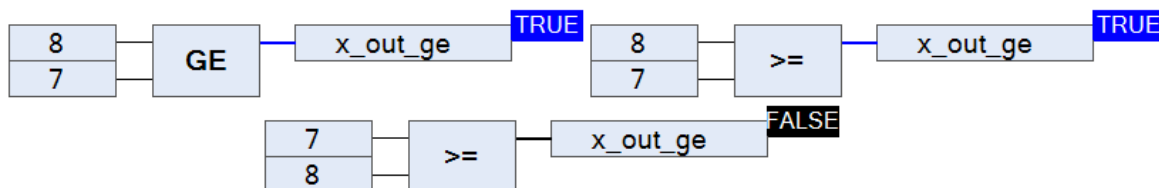

Рисунок 2.33 – Оператор сравнения «Больше или равно»
**Оператор сравнения «Больше или равно».** Оператор сравнения «Больше или равно» может обозначаться письменно как «GE», так и символьно «>=». Работает следующим образом: если значение первого входа больше или равно значению второго – результатом будет логическая единица, иначе – логический ноль (рис. 2.33).